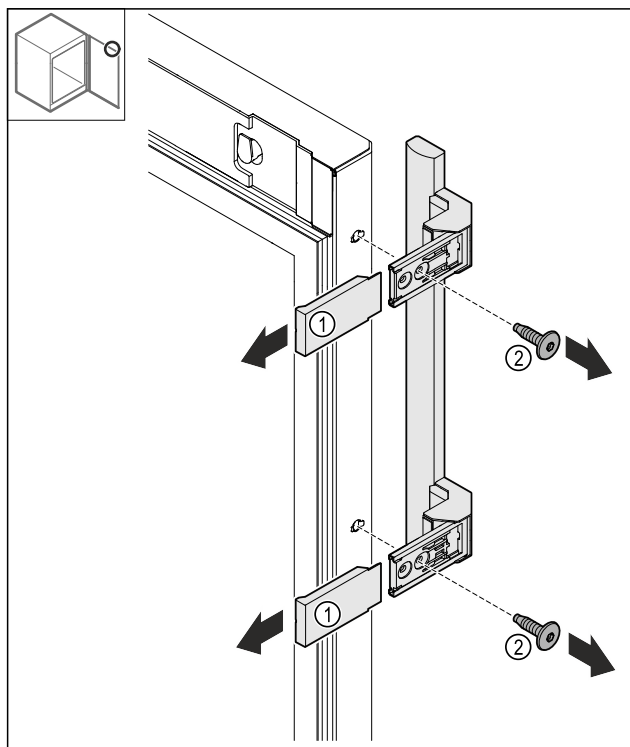

Fig. 24
- Træk afdækningerne Fig. 24 (1) af.
- Løsn skrueene Fig. 24 (2).